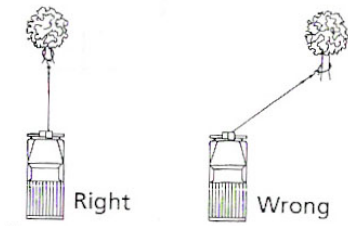

Fig 3.2
**! VORSICHT** Benutzen Sie die Winde nicht in einem spitzen Winkel, da sich dadurch das Seil auf der einen Seite der Trommel stapelt, was das Seil und die Winde beschädigen könnte. Bild 3.2